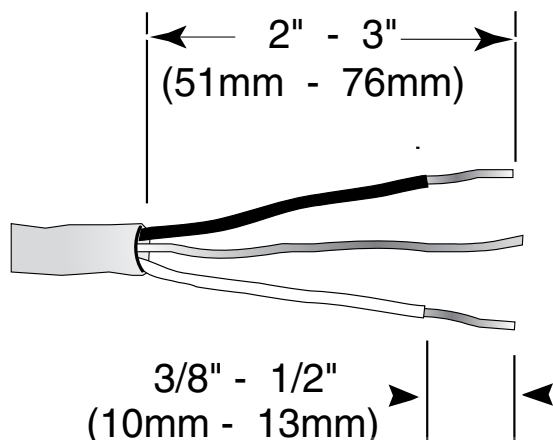

Figure 8
2. Enlever 2 à 3 po (51 à 76 mm) de la gaine extérieure du câble d'alimentation résidentiel ou in-situ comme indiqué sur la **Figure 8**. Enlever  $\frac{3}{8}$  à  $\frac{1}{2}$  po (10 à 13 mm) de l'isolant de chaque fil comme indiqué sur la **Figure 8**.